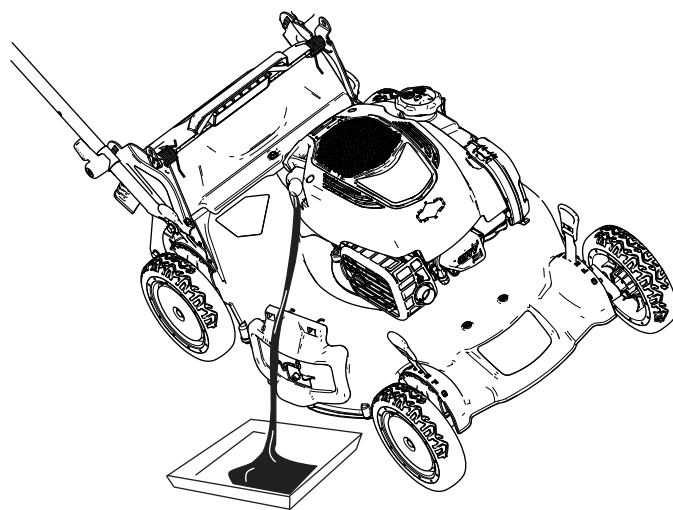

Рисунок 30
4. Для слива отработанного масла через маслозаливную горловину переверните машину набок (чтобы воздушный фильтр был сверху) (Рисунок 30).